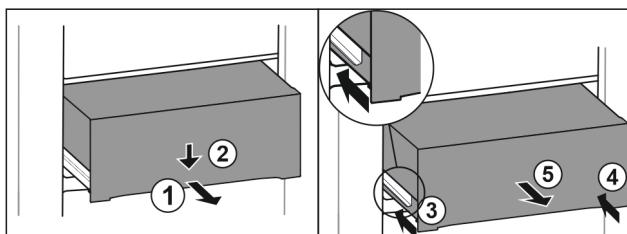

Fig. 72
- ▶ 将抽屉拉出一半。Fig. 72 (1)
- ▶ 朝下按压正面的抽屉。Fig. 72 (2)
- ▶ 将左侧轨道推入大约 2 cm。Fig. 72 (3)
- ▶ 将右侧轨道推入大约 2 cm。Fig. 72 (4)
- ▶ 朝前取出抽屉。Fig. 72 (5)